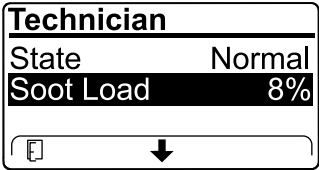

Figure 63
- Affichez la charge de suie mesurée dans le FAP sous forme d'un pourcentage (Figure 63) ; voir le tableau de charge de suie.